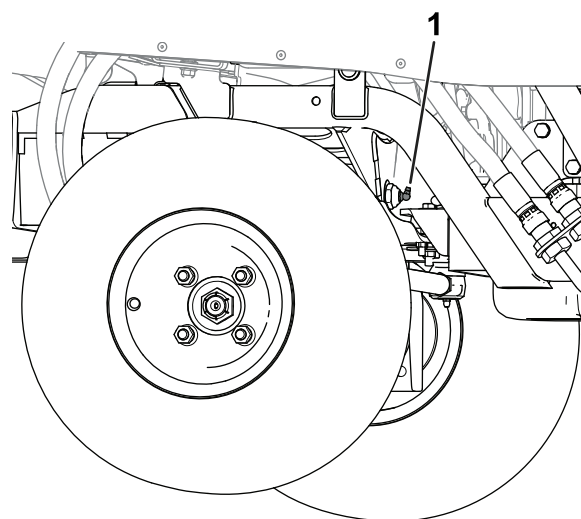

Figure 46
- **Axe de pivot d'essieu (Figure 46)**